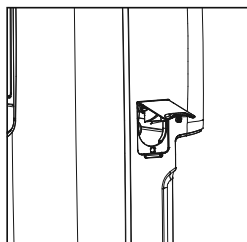

fig. 1
- a. Abra la tapa del drenaje en el lateral de la unidad, para encontrar el conector del drenaje en el interior. (fig.1)
El adaptador del drenaje es solamente una útil herramienta que facilita la instalación de la manguera de drenaje del deshumidificador (no suministrada), pero no es necesario para el funcionamiento de la función de drenaje continuo. Puede usar esta función introduciendo la manguera de drenaje del deshumidificador por la apertura lateral y conectándolo al tomacorriente. (fig.1&2&3) También puede ser útil quitar el contenedor para que se vea mejor la conexión.